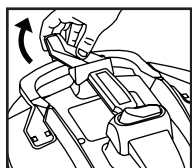

FIGURE 15
22. Faire tourner l'embobineur de cordon de 180 degrés en sens anti-horaire depuis sa position initiale. **FIGURE 15.**